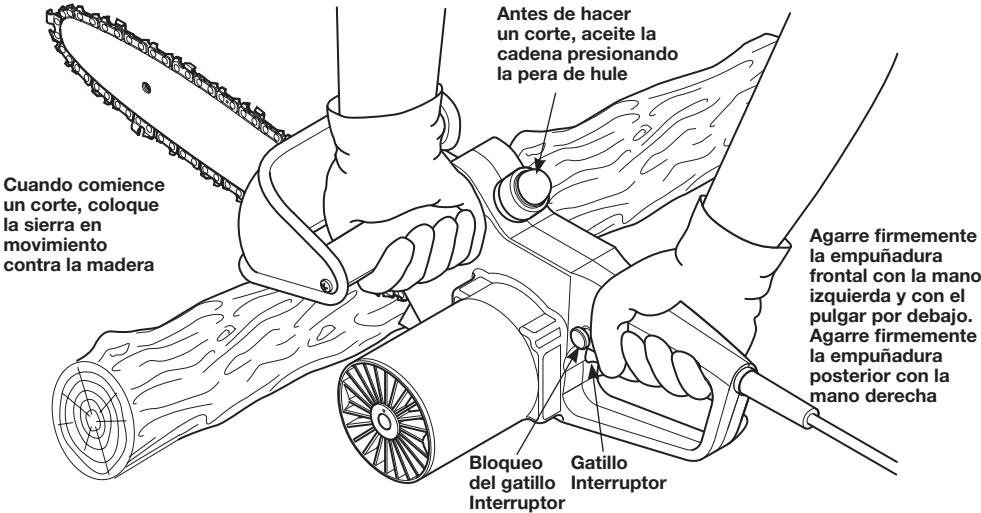

Fig.8 Procedimiento seguro para cortar un tronco con la sierra de cadena
- Agarre firmemente ambas empu aduras de la sierra de cadena con los pulgares y dedos. Agarre firmemente la empu adura frontal con la mano izquierda con el pulgar por debajo. Agarre firmemente con la mano derecha la empu adura posterior (Fig. 8).
- Cuando est  listo para hacer un corte, presione el interruptor de bloqueo del gatillo con el pulgar derecho, a la vez que oprima el gatillo con los dedos de la mano derecha (Fig. 8). Ello encender  inmediatamente la sierra de cadena. Soltar el gatillo, la apagar .
- Cuando comience un corte, coloque la sierra de cadena contra la madera (Fig. 8). Cuando corte el tronco, mantenga la sierra de cadena firme en su lugar. Esto evitar  que el tronco rebote o patine hacia los costados.